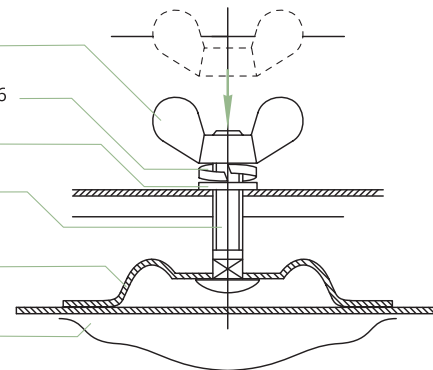

РИСУНОК 2
5. Установите на болт М6х40/50 (М6х50 для типоразмера 1200х700х400 мм) шайбу М6, шайбу пружинную М6 и гайку-«барашек». Гайку-«барашек» завинчивайте «от руки», без применения дополнительного инструмента, во избежание повреждения эмалевого покрытия в месте приварки скобы крепления к ванне. После соприкосновения гайки-«барашка» с пружинной шайбой, гайку-«барашек» поверните еще не более чем на полтора оборота (360°x1,5) (см. рис. 2).